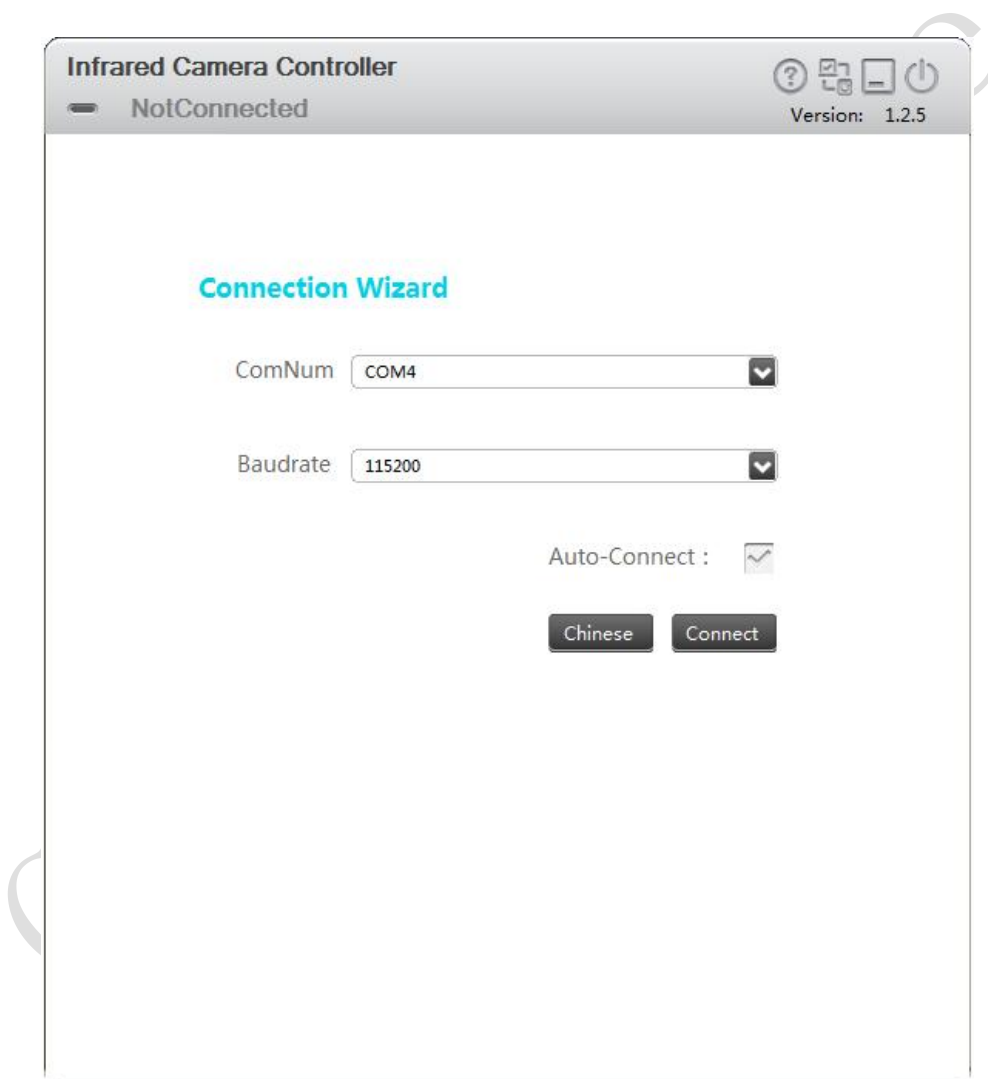

图 4-10 英文连接向导界面
- 2) 当软件第一次打开时，连接向导界面默认为英文界面，左上角显示当前的连接状态为“NotConnected”，右上角显示软件版本号，如图 4-10 所示。